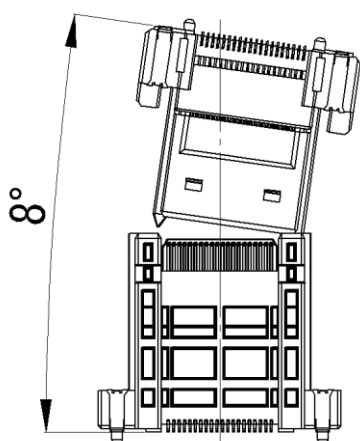
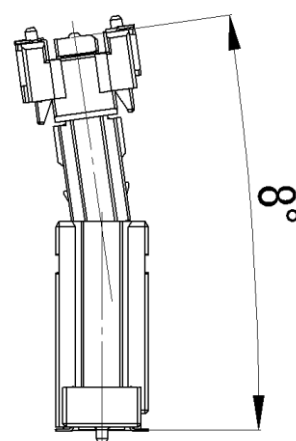

図1 / Fig.1
図2 / Fig.2
- ・誘い込み時の角度は図1~図2になりますので、記載角度以下で位置決めをして下さい。
/Figure 1 and 2 show guiding angle. Please locate it below the described angle.